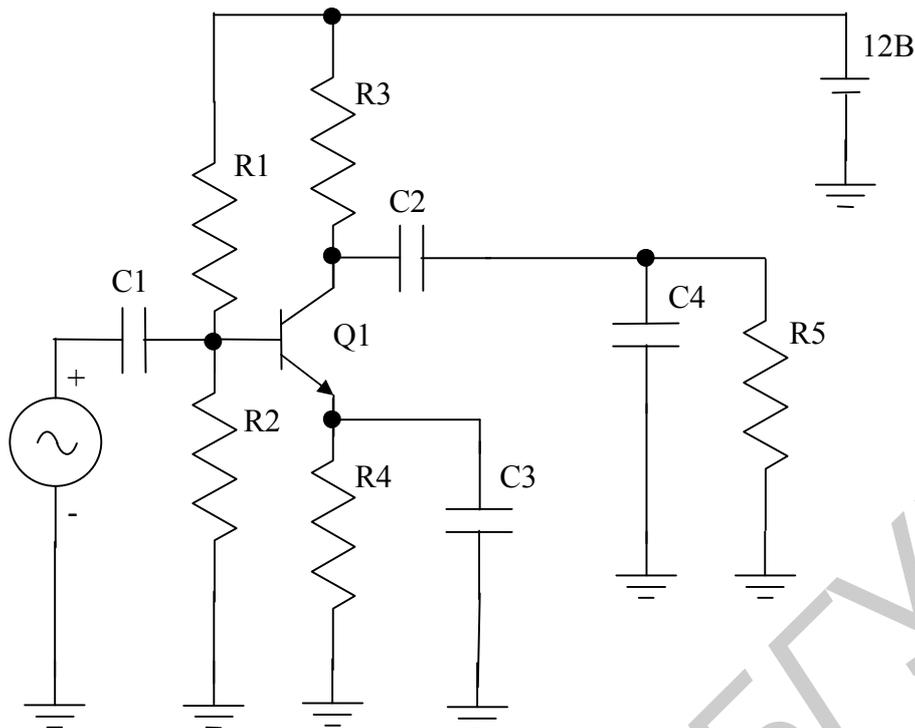

Рисунок 6.8 – Схема резисторного каскада с общим эмиттером
3.7 Создать схему резисторного каскада с общим эмиттером (рисунок 6.8). Установить следующие номиналы элементов схемы рисунка 6.8:
4.7 Создать схему резисторного каскада с общим эмиттером (рисунок 6.8) (повторив теоретический материал по резисторам – подраздел 4.1). Установить следующие номиналы элементов схемы рисунка 6.8: